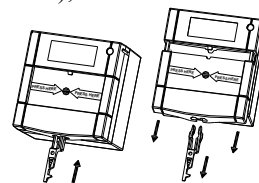
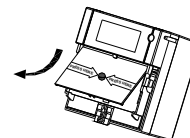
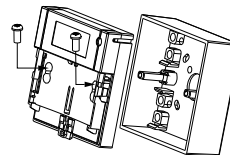

Рисунок 1 – Отделение нижней части передней панели Извещателя
Рисунок 2 – Демонтаж перемещающегося элемента
Рисунок 3 – Крепежные элементы корпуса Извещателя и задней крышки
6.8 Порядок установки (монтажа) Извещателя: – для монтажа Извещателя необходимо отделить заднюю крышку от корпуса Извещателя, вставив ключ для возврата перемещающегося элемента и потянув нижнюю часть передней панели вниз от корпуса (рисунок 1). Осуществите демонтаж перемещающегося элемента (рисунок 2). При снятии перемещающегося элемента обнажаются крепежные элементы корпуса Извещателя и задней крышки (рисунок 3);